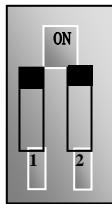

图 5-10
(5) 对于 E2000 系列 30kW 及其以下功率变频器控制端子排附近有一个两位红色拨码开关 SW1，如图 5-10 所示。拨码开关的作用是选择模拟量输入端子 AI2 的电压信号(0~5V/0~10V)或电流信号，出厂值默认为电流通道。使用时通过 F203 选择模拟量输入通道，通过 F439 设置输入信号类型为电压信号还是电流信号。按图示把开关 1 拨到 ON 位置，2 拨到 ON 位置，选择 0~20mA 电流调速。其他拨码开关的位置与调速方式详见下表 5-2。